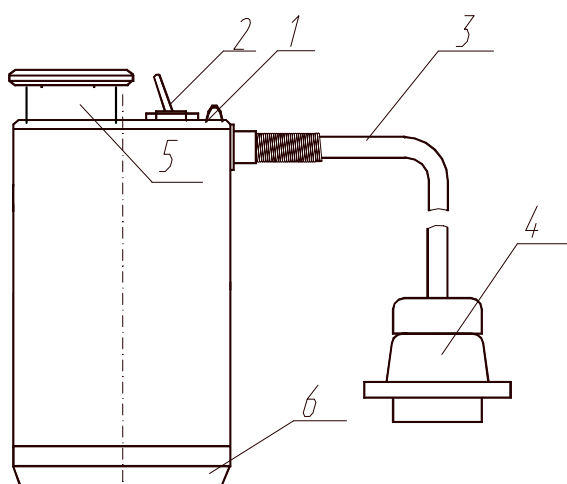
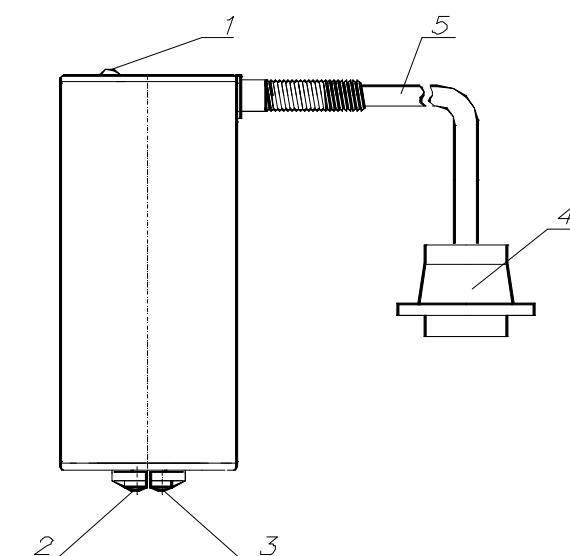

Рис. 4.3.3. Преобразователь ПС-101
Рис. 4.3.4. Преобразователь ПИ-101
4.3.2. Дефектоскоп комплектуется тремя преобразователями: - преобразователем ПС-101 с ударным электромагнитным вибратором и микрофонным приемником упругих колебаний (рис.4.3.3.); - пьезоэлектрическим раздельно-совмещенным преобразователем ПИ-101 (рис.4.3.4.) и совмещенным преобразователем ПИ-201. На верхней крышке каждого преобразователя установлен светодиод 1, сигнализирующий о наличии в изделии дефекта. Преобразователи соединяются с электронным блоком кабелями длиной 1 м.